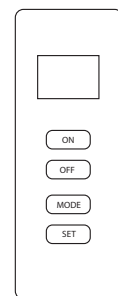

Fig. 28: Control remoto
7. Mantenga presiona la perilla de control durante (30) segundos después de que el piloto se encienda. Suelte la perilla de control.
- Si el piloto se apaga, repita los pasos 3 a 7. Espere (1) minuto antes de intentar encender el piloto nuevamente. Si el piloto se apaga tras varios intentos, gire la perilla de control de gas en dirección de las manecillas  del reloj hasta la posición de apagado y llame a un técnico de servicio calificado.
9. Para usar el control remoto termostático incluido, coloque el interruptor del receptor en la posición "REMOTE" (control remoto) (consulte la Fig. 28). Presione el botón de encendido para encender el control remoto que enciende el quemador principal. Consulte el manual de instrucciones del control remoto en la siguiente página para conocer las funciones "MODE" (modo) y "SET" (establecer).